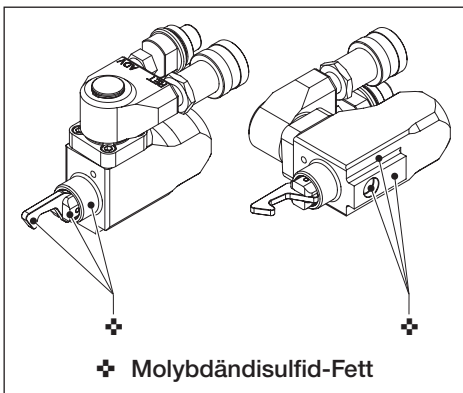

Abb. 13
5.2 Vorbeugende Wartung - Hydraulik-Schwenkkupplung und Antriebseinheit (Abb. 13 und 14)